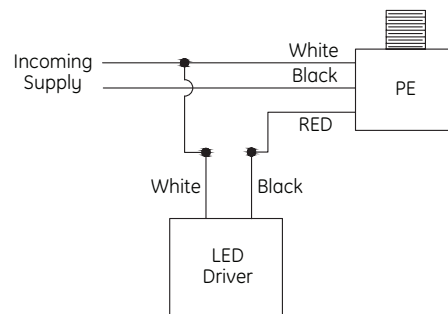

Figure 3: Button PE Wiring
- Réinstallez le bouton PE, le détecteur de mouvement ou le transformateur s'ils ont été déposés antérieurement (Fig. 3)